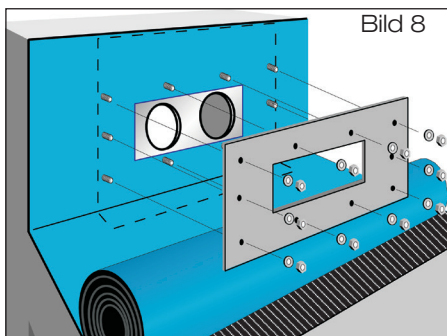

Bild 8
- 1.8 Dampfsperrbahn mit Losflansch und beiliegenden Schrauben verklebmen (Bild 8). Beiliegende Schrauben mit Steck- oder Ringschlüssel SW 13 gegenüberliegend anziehen. Dichtelemente in Muffen des Schiebeflansches einlegen.